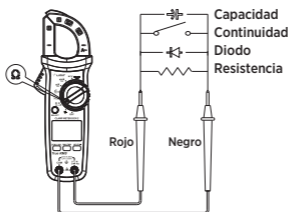

Figura 4
- Cuando la tensión medida es ≥ 30 V (CA) o ≥ 60 V (CC), la pantalla LCD mostrará el aviso de alta tensión.
3. Medida de Resistencia (Figura 4)
4. Medida de Continuidad (Figura 4)
5. Medida de Diodos (Figura 4)